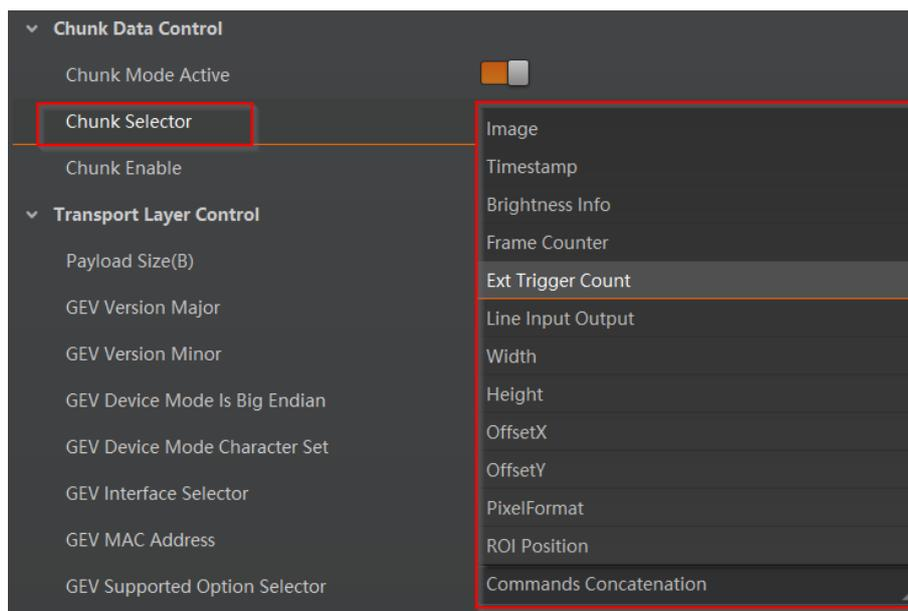

图7-6 选择嵌入的信息
2. 在 *Chunk Selector* 下拉框处，选择需要嵌入的信息，如图 7-6 所示。